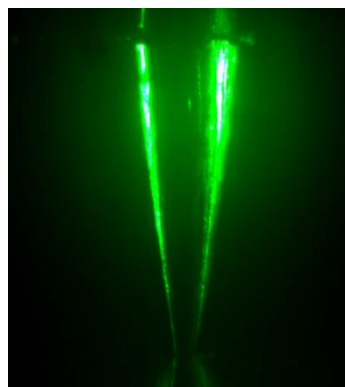

Fig. 3 Vue à travers le microscope de mesure sur l'aiguille d'ajustage nette.
- Enficher l'aiguille d'ajustage dans la plaque supérieure du condensateur à plaques et effectuer une mise au point du microscope par rapport à l'aiguille (cf. Fig. 3). Pour cela, choisir une intensité lumineuse appropriée et rajuster la hauteur du microscope de mesure au moyen du régulateur vertical.